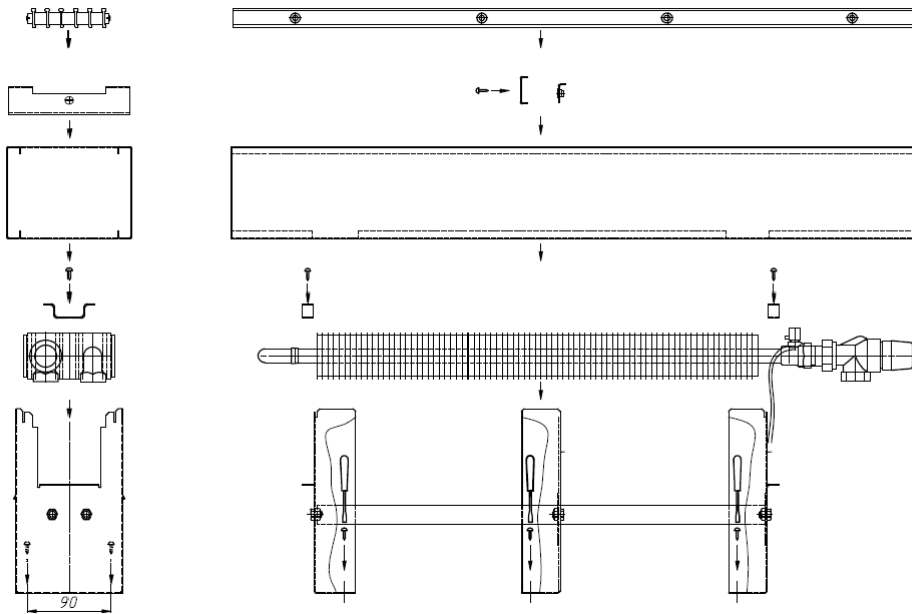

Рис.7
В напольном варианте закрепить опоры шурупами (рис. 7).
- 5.5. Установить, в настенном варианте, опоры на кронштейны зафиксировав винтами (также можно установить на кронштейны конвектор в сборе, если низкий подоконник, потом преподнять кожух для соединения штуцеров с трубопроводом). Установить тепловой элемент на опоры. Зафиксировать скобами. Выполнить соединение штуцеров конвектора с подводящим и отводящим трубопроводами. Чтобы исключить сворачивание медных труб конвектора при соединении необходимо ключом удерживать шестигранные штуцера нагревательного элемента (рис. 7, 8б).
- 5.7. Навесить кожух обратно на опоры, не фиксируя в опорах (рис.7, 8в).